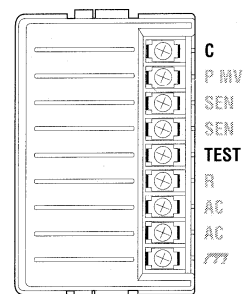

Fig. 4
**OPMERKING:** Hoewel het normaal gesproken het beste is om alle veld draden aan te sluiten voordat de computer wordt aangezet is dat niet noodzakelijk bij de ICC. Na het aanzetten van de computer verbindt u de common draad met het terminal aansluitpunt zoals hierboven werd beschreven. Daarna kan elke draad van een klep worden aangeraakt met de zogenaamde TEST terminal om de locatie van de klep aan te duiden. Elke klep wordt dan elektrisch geopend wanneer de draad de TEST terminal aanraakt. Na het identificeren van de locatie van de klep kunt u de draad in de gewenste terminal stoppen. Met deze functie kunt u de kleppen achter elkaar zetten in de meest logische volgorde voor de gebruiker zonder de computer te beschadigen door de draden te “vonken” (Fig. 4).